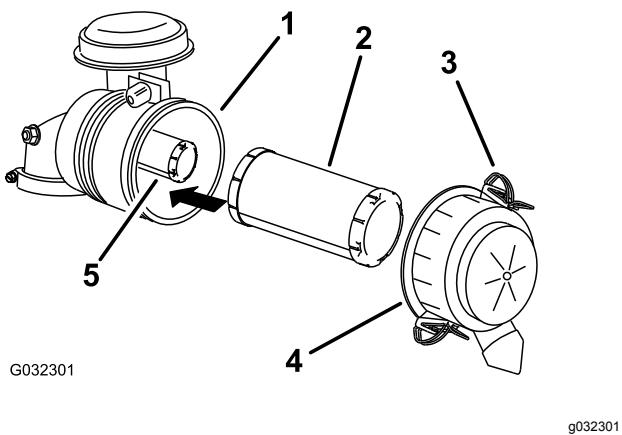

Figura 54
- Abra los cierres del limpiador de aire y tire de la tapa de la entrada de aire para separarla del cuerpo del limpiador de aire (Figura 54).
5. Extraiga con cuidado el filtro primario de la carcasa del limpiador de aire (Figura 54).
2. Si va a cambiar el filtro de seguridad, deslícelo cuidadosamente en el cuerpo del filtro (Figura 54).
3. Deslice cuidadosamente el filtro primario por encima del filtro de seguridad (Figura 54).
4. Instale la tapa del limpiador de aire con el lado que lleva la palabra **up** hacia arriba, y fije los cierres (Figura 54).